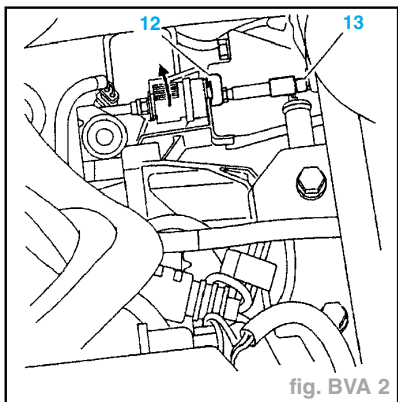
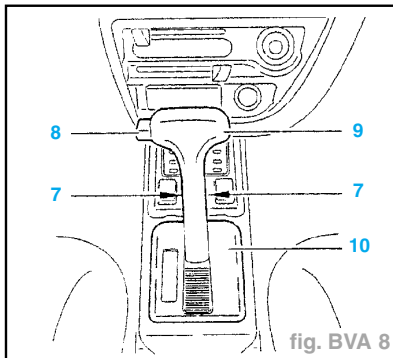

fig. BVA 2
fig. BVA 8
- Désaccoupler la rotule (13) (fig. BVA 2).
- Déposer le cavalier (12).
- Déposer les vis (7) (fig. BVA 8).
- Dépose du pommeau (9), pour cela :
- lever le pommeau (9) environ 10 mm,
- appuyer et maintenir le bouton de verrouillage (8) enfoncé,
- le pommeau de levier de vitesse (9),
- l'indicateur de sélection (10).